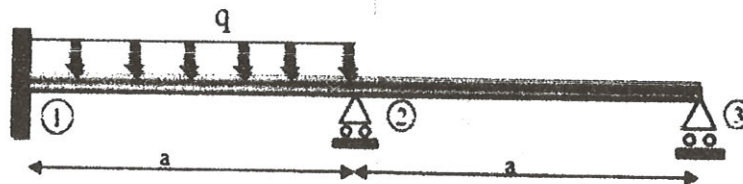

Figure 2
Soit la poutre (figure 2) composée de deux éléments et sachant que EI constant. En utilisant le principe de superposition.
- 1) Quel est le type de joint 1 et 2 cité dans la figure 2?